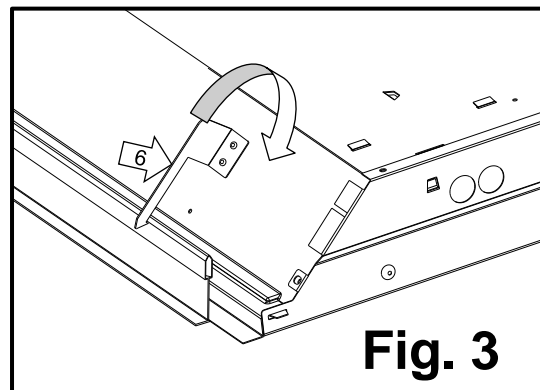

Fig. 3
6. Desde lo alto del techo, asegure el luminario a la barra-T doblando los **clips de barra-T** (#6) en las cuatro esquinas del luminario [Fig. 3].
8. Retire la **placa de acceso** (#7) y localice los **cables de alimentación del luminario** (1 negro y 1 blanco) [Fig. 3 y 4].